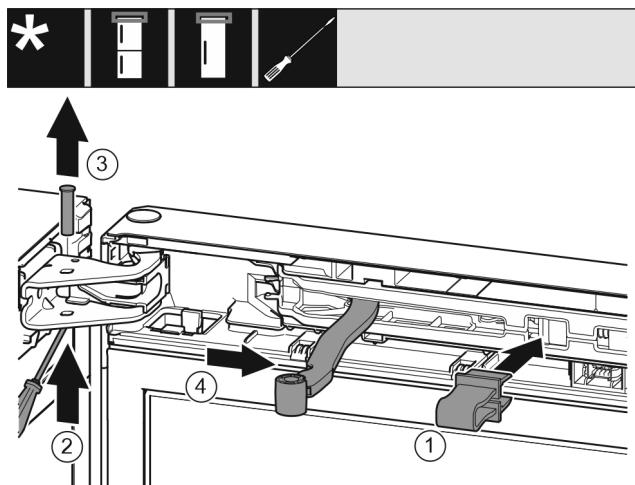

Fig. 9
- Fixați în poziție siguranța în deschizătură. Fig. 9 (1)
- Extragăți bolțul cu șurubelniciță. Fig. 9 (2)
- Extragăți în sus bolțul. Fig. 9 (3)
- Rotiți articulația în direcția ușii. Fig. 9 (4)